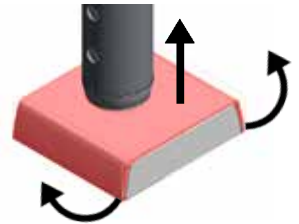

Fig. 3
- ⇒ Abra ligeramente la tapa por la derecha y por la izquierda, y deslícela hacia arriba (Fig. 3).